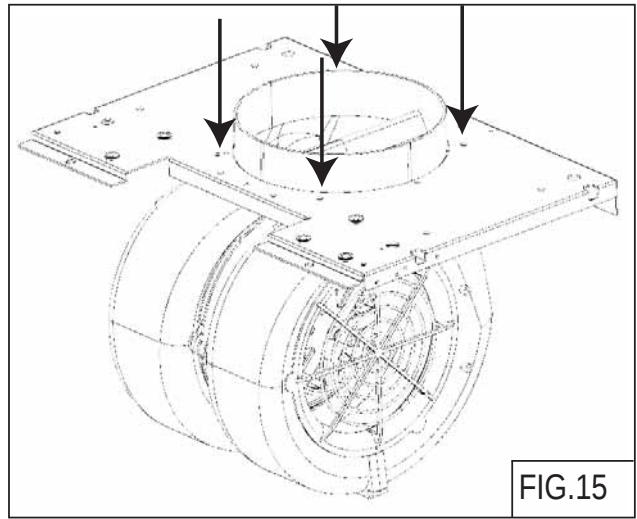

FIG.15
3. Fixez la plaque du ventilateur intérieur au ventilateur CBI à l'aide des quatre vis M4 x 16 mm fournies avec le ventilateur CBI (Fig. 15).